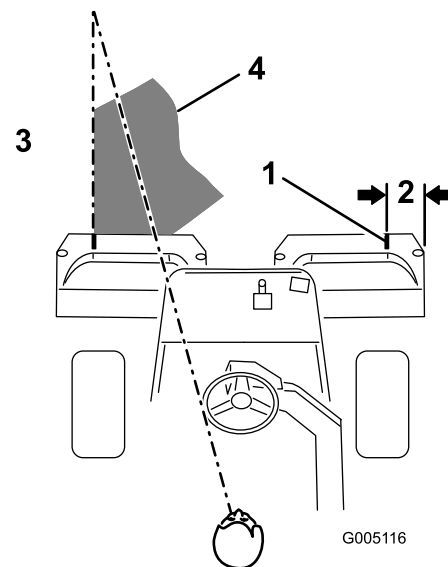

Figura 34
**Nota:** Para ayudar a mantener una línea recta a través del green y mantener la máquina a la misma distancia de la pasada anterior, imagínese una línea que va desde un punto situado a 1,8–3 m aproximadamente por delante de la máquina, hasta el borde de la parte no segada del green (Figura 34). Incluya el borde exterior del volante como parte de la línea imaginaria, es decir, mantenga el borde del volante alineado con un punto que se mantiene siempre a la misma distancia de la parte delantera de la máquina.